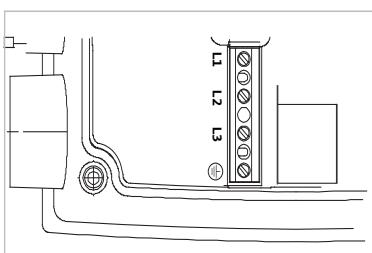

Fig. 24: Effektklemmer (nettiklemmer)
- Effektklemmer (nettiklemmer) (fig. 24)